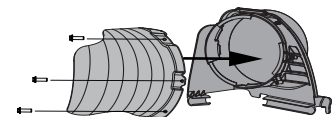

Figure 15
1. Fixez le support de la goulotte supérieure au support du déflecteur d'éjection avec 3 boulons fournis dans le kit de quincaillerie (689-02299). Voir Figure 15.